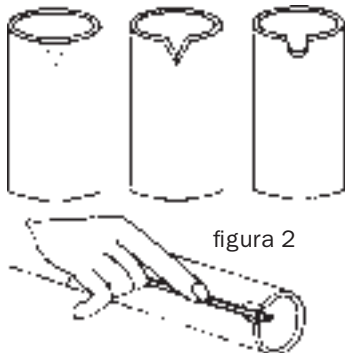

figura 2
2. Cortar la entalladura en la extremidad abierta. Para ello, hacerlo primero en V utilizando el cuchillo cartonero y luego redondearla con la ayuda de la lima pequeña. (figura 2). Si no se posee una lima, puede utilizarse una lija envolviendo un clavo.